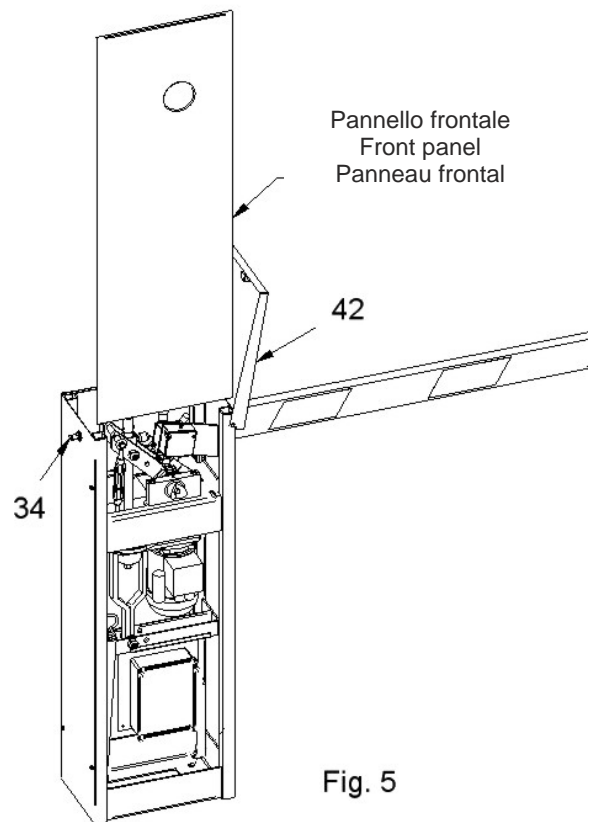

Fig. 5
4.2) **I** Appoggiare l'armadio sulla piazzola e fissarlo con 4 tasselli metallici o chimici utilizzando i 4 fori presenti sul fondo dell'armadio barra (se si dispone della base a murare bloccare l'armadio sulla base con i dadi in dotazione). Attenzione per accedere al fondo dell'armadio barra bisogna aprire il coperchio nero (pos.42) sbloccando la serratura (pos.34) e sfilare verso l'alto il pannello frontale in alluminio.(fig.5)
GB Place the barrier on the plinth and fix it with 4 metal/chemical plugs or fasten the barrier to the foundation plate using the supplied nuts. Note: to get to the barrier's bottom unlock the black cover (42), lift it up and slide the front metal panel up (fig.5).
F Placez la barrière sur la base de fondation et fixez-la à l'aide de chevilles métalliques ou chimiques par les 4 trous au fond ou vissez la barrière à la platine de fondation avec les écrous en dotation. Attention : pour accéder au fond de la barrière il faut déverrouiller la serrure, ouvrir le capot noir (42) et faire glisser vers l'haut le panneau frontal (fig.5).